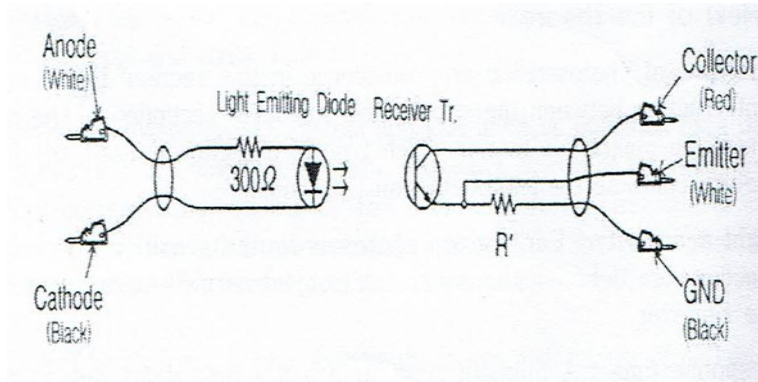

Fig.4.1. Les repère des capteurs.
3. Réglez le niveau BIAS sur environ 5 (au milieu). En utilisant le multimètre, mesurez la résistance entre le collecteur et l'émetteur du phototransistor (Fig.4.1).
5. Augmentez le BIAS au niveau maximum (10) et répétez l'étape 4. Comparez la sensibilité entre deux cas: